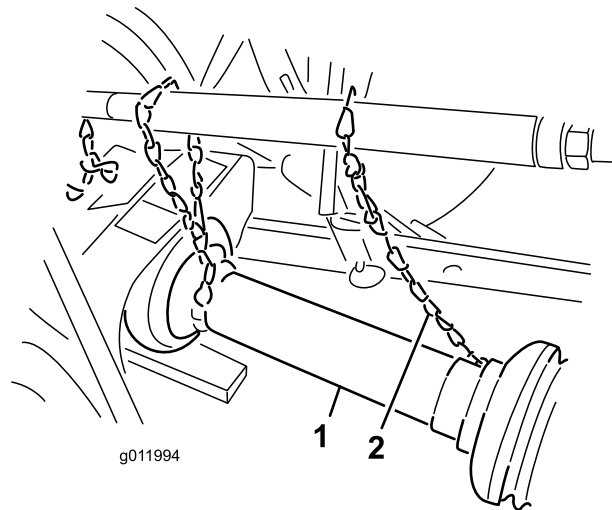

図 6
4. ピンを使ってPTO シャフトを固定する。PTO シャフトを前後にスライドさせて確実にロックされていることを確認する 図 6。
5. シールド回り止め用の安全チェーンをパワーシャフト部からリンクアームに溶接されているクリップまたはPTO シールドに接続する 図 6。